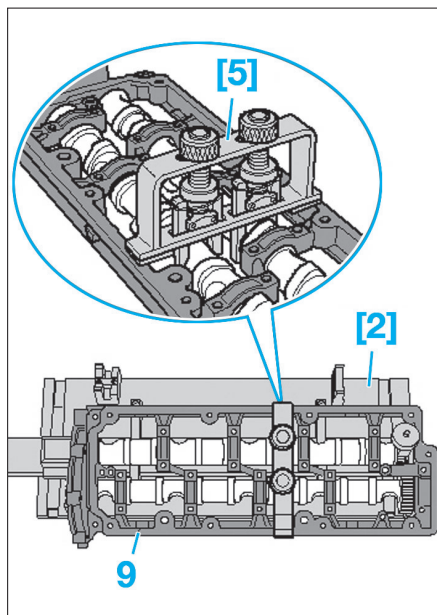

FIG. 135
- [5]. Outil de montage des arbres à cames ref. T10095 (Fig.135).
- Placer le carter palier d'arbre à cames (9) sur les arbres à cames (Fig.135).